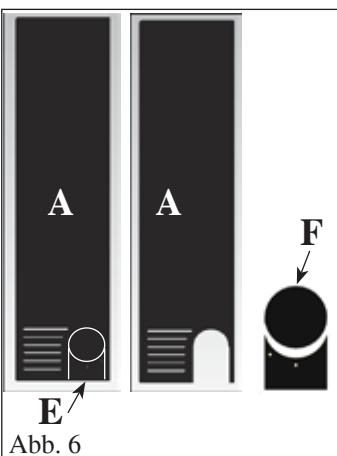
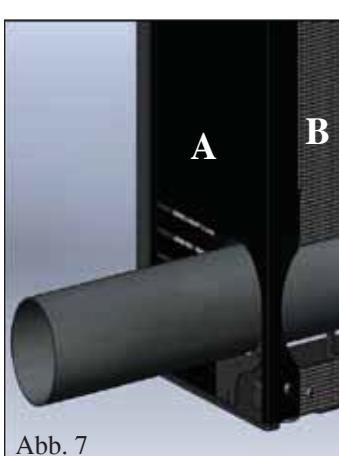
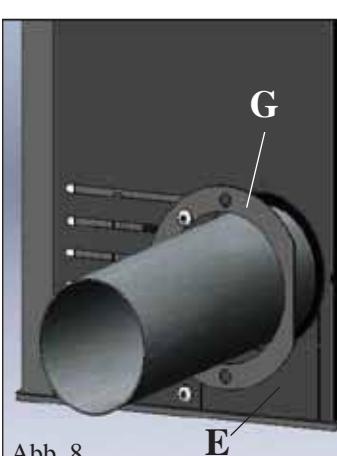

Abb. 6
Abb. 7
Abb. 8
Den vorgestanzten Einsatz entfernen (E - Abb. 6) von der zuvor abgeschraubten Metallseite (A), um ein Verlegen des (nicht im Lieferumfang enthaltenen) Rauchabzugs zu ermöglichen.
Vom Einsatz E (Abb.) 6) den Teil entfernen F (Abb. 6). Metallverkleidung wieder anbringen A (Abb.) 7), ebenso das Rückblech B (Abb. 7) und den Einsatz E ohne Teil F (Abb. 8).
Die im Lieferumfang enthaltene Verschlussrosette (Abb. 8), dazu die im Lieferumfang enthaltenen Schrauben verwenden.
Bei dieser Ausführung sind die vorderen Blechblenden des Ofens bereits vormontiert (M -N- Abb. 6).